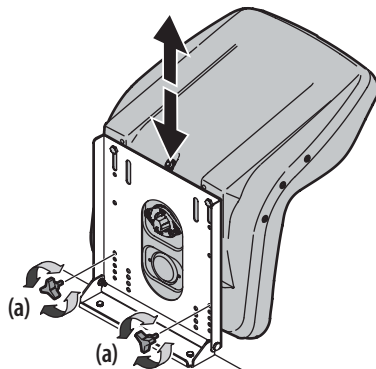

Figure 16
3. Remplacez les boutons dans l'un des quatre trous et serrez solidement. Consultez la Figure 16.